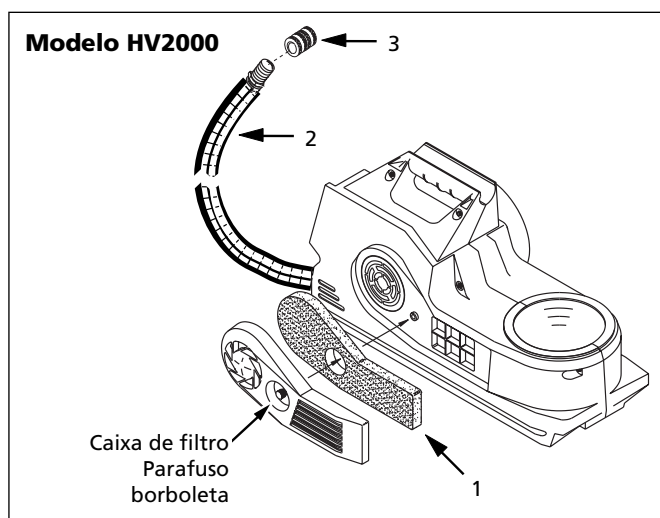

Figura 3
1. Remova o parafuso borboleta da grelha do filtro com uma chave de fenda para acessar o filtro (Veja a figura 3).